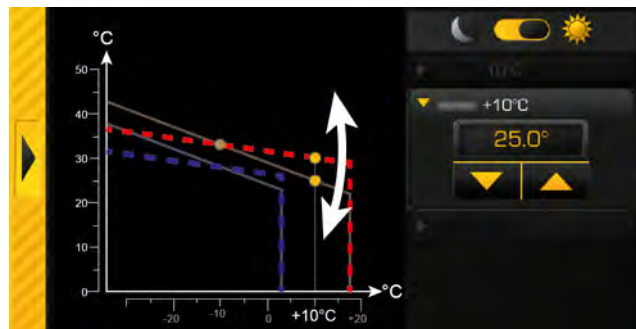

Fig. 6-50: Ajustar a curva de aquecimento (com temperaturas externas acima do ponto de congelamento)
- Se os ambientes no modo de aquecimento (dentro dos tempos de aquecimento ajustados) estiverem permanentemente frios demais, então a curva de aquecimento precisa ser adaptada. Ver capítulo Fig. 6-50: "Ajustar a curva de aquecimento \(com temperaturas externas acima do ponto de congelamento\)".